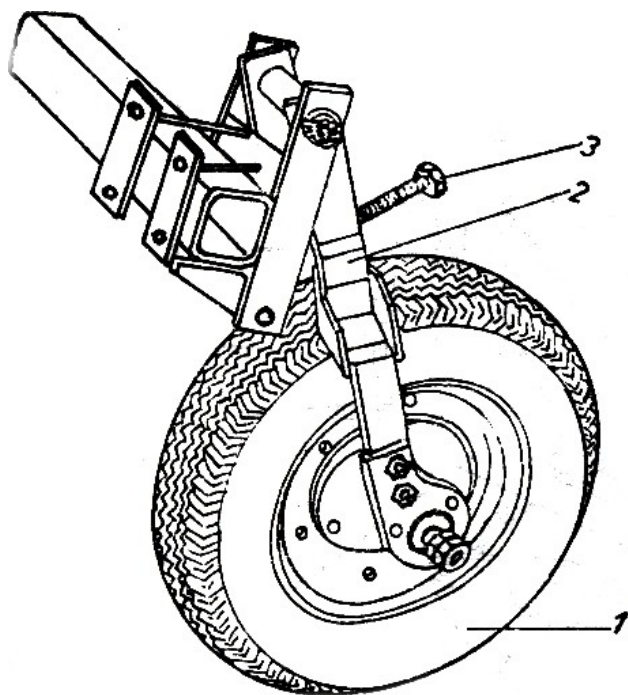

Fig. 8
- Se reglează șurubul de reglaj al roților pana când toate calcaiele brăzdarelor de semințe ating platforma, șuruburile de reglaj sunt poz. 3 din fig. 8 si 9. In aceasta poziție exhaustorul trebuie sa fie perfect vertical, in caz contrar se corectează.